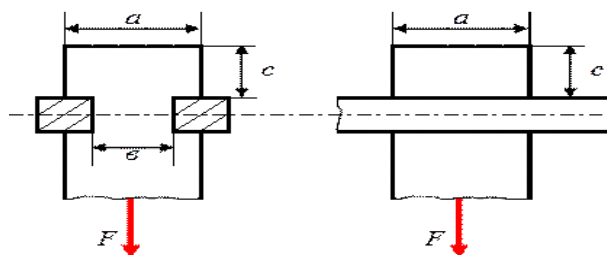

Рисунок 2.
2. Деревянный брус квадратного сечения, $a = 180$ мм (рис.2) подвешен на двух горизонтальных прямоугольных балках и нагружен растягивающей силой $F = 40$ кН. Для крепления на горизонтальных балках в брус выполнены две врубки до размера $b = 120$ мм. Определить возникающие в опасных сечениях бруса напряжения растяжения, среза и смятия, если $c = 100$ мм.